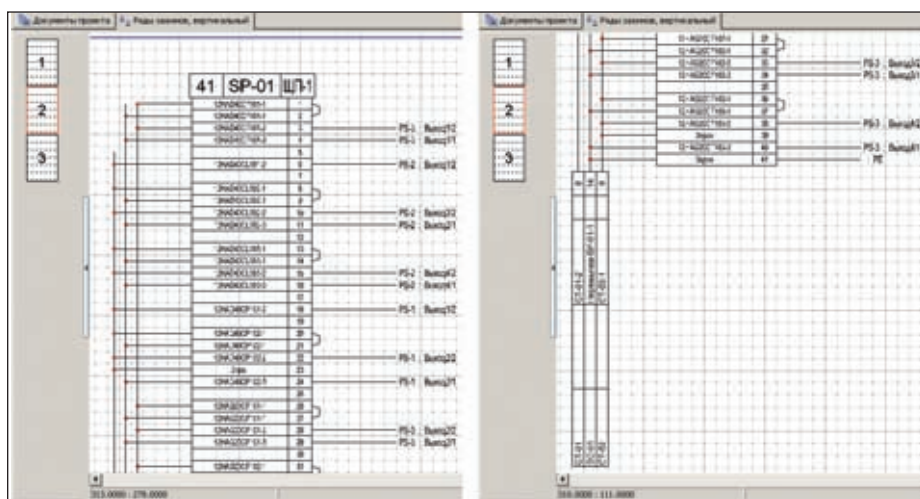

Рис. 3. Фрагмент документа "Подключение кабелей к рядам зажимов", клеммник SP-01
- подключение кабелей к рядам клеммов (рис. 3);